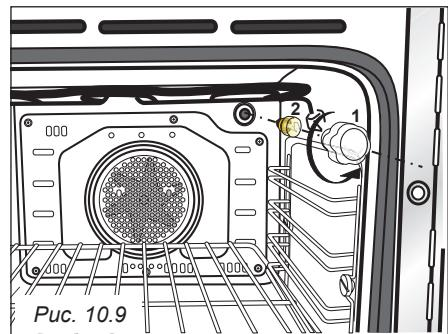

Рис. 10.9
- Снимите защитное покрытие (Рис. 10.9);